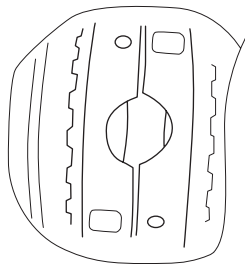

Рис. 8
13. Совместите пазы под ось сателлитов на распорных муфтах [4] и протолкните штифты через окна в противоположные муфты (Рис. 8).
14. Установите пружинки малые [6] в пружинки большие [7] и через окна заведите их в муфту (рис. 8).